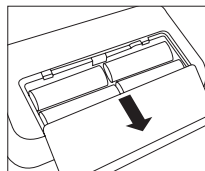

Fig. 1
- Abra o compartimento das pilhas na parte inferior do aparelho (ver Fig. 1). Coloque as pilhas (ver Capítulo 13 "Dados técnicos"). Neste processo, observe a polaridade correta („+" e „-") na colocação. Feche novamente o compartimento das pilhas. O aparelho passa automaticamente para a função de data/hora e, na primeira utilização, o número „3 1" é indicado para o dia e o número „12" para o mês. Portanto, a data ajustada é o 31 de dezembro. Agora, ajuste a data e a hora, conforme indicado a seguir.